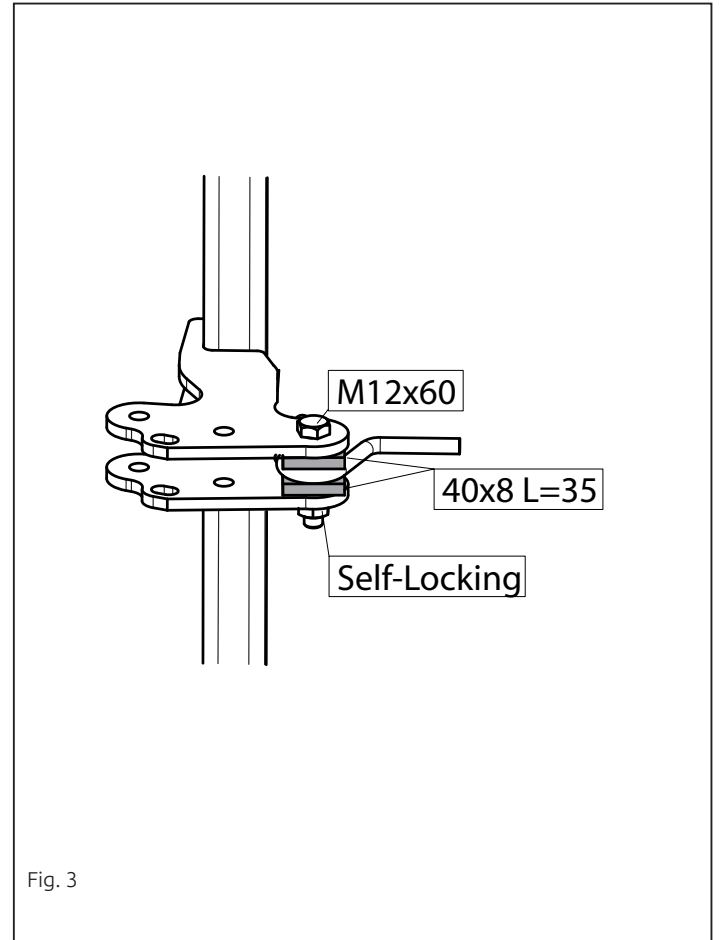

Fig. 3
10. Прикрепить поперечный брус Е в середине к буксировочному уху в точках М (рис. 3).